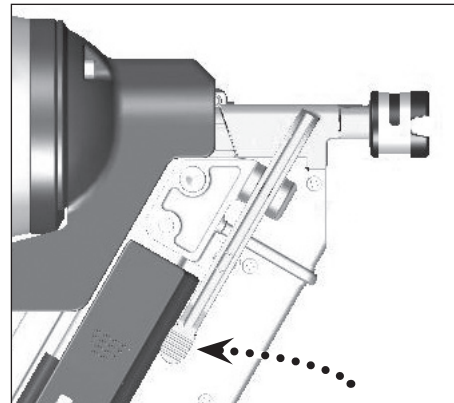

Figura 22 - Palanca de la boquilla de desobstrucción rápida
3. Presione hacia abajo la palanca de la boquilla de liberación rápida para destrabar la porción del tambor de la boquilla (Ver Figura 22).